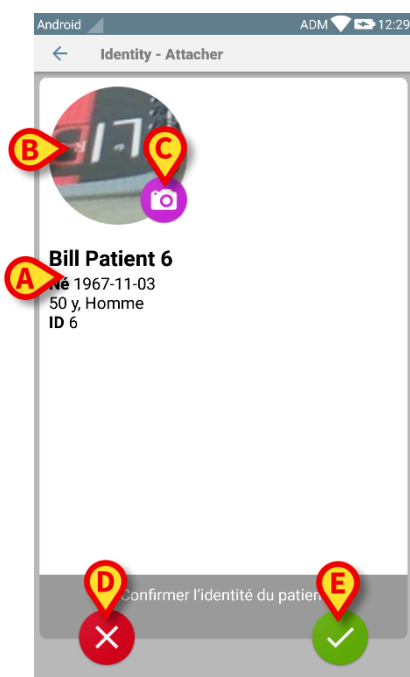

Fig 133
Un écran est fourni à l'utilisateur, il affiche les données principales du patient et une photo du patient (si disponible ; dans le cas contraire, une icône générique s'affiche - Fig 133):
- nom du patient, date de naissance, sexe, code d'identification (Fig 133 **A**);
- photo du patient (Fig 133 **B**).
Étant donné que la photo du patient est manquante, il est possible d'en prendre une nouvelle en touchant le bouton de la Fig 133 **C**. Une fois qu'une nouvelle photo a été prise, il est possible de la modifier dans le but de sélectionner une zone réduite adéquate pour l'écran détaillé du patient. La Fig 1 montre l'écran d'un dispositif à écran haute résolution (c'est-à-dire pas un Myco 1/2).
L'utilisateur peut refuser ou confirmer l'identification du patient suggérée en touchant respectivement les boutons sur la Fig 133 **D** ou Fig 133 **E**. Si l'identification du patient est refusée, alors la procédure est effacée. Si l'utilisateur a actualisé la photo du patient et que l'identification du patient est refusée, alors l'actualisation de la photo du patient est également refusée.